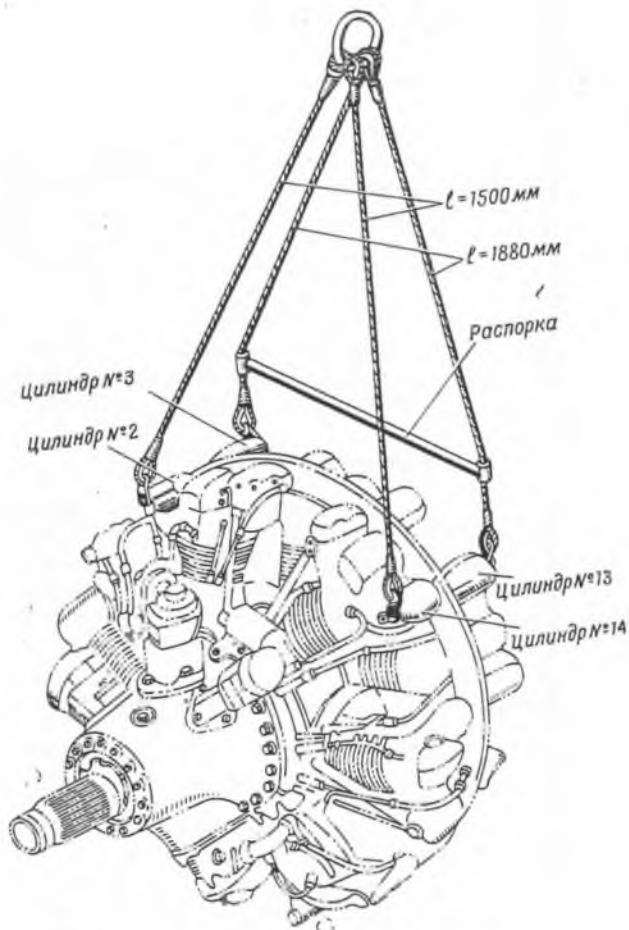

Рис. 79. Траверса для подъема двигателя
1. Укрепить на двигатель траверсу, состоящую из четырех тросов с одной распоркой. На концах тросов траверсы имеются серьги, которые надеваются на болты рычагов клапанов двигателя (рис. 79).